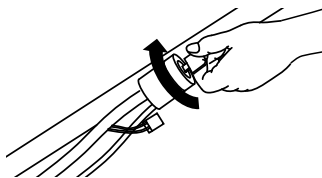
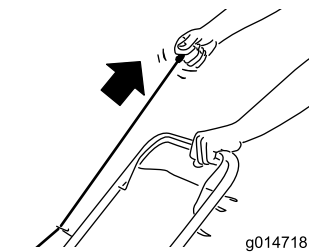

Figura 15
Figura 16
2. Gire la llave de contacto (modelos de arranque eléctrico solamente; consulte Figura 15) o tire del arrancador de retroceso (Figura 16).